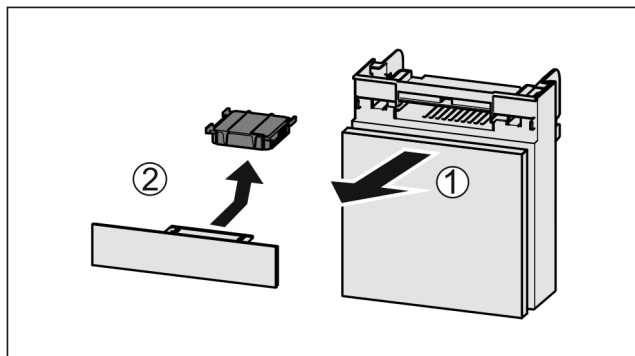

Fig. 151
- Estrarre il vano tirando in avanti Fig. 151 (1).
- Rimuovere il filtro a carboni attivi Fig. 151 (2).